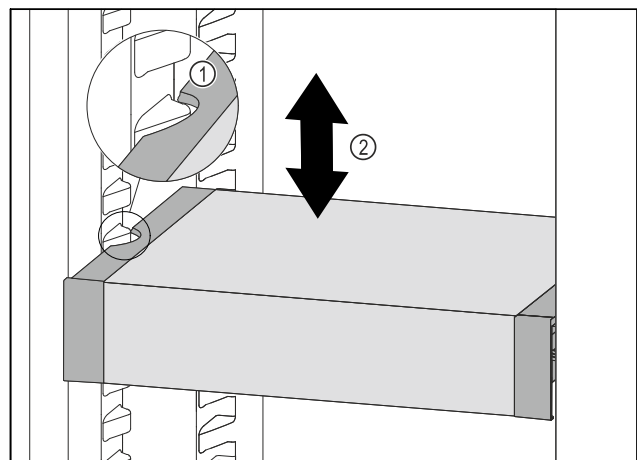

Fig. 67
- ▶ Тяните VarioSafe вперед, пока боковые выемки VarioSafe не окажутся на высоте выступа резервуара в холодильном отделении. Fig. 67 (1)
- ▶ Двигайте VarioSafe в холодильном отделении вверх или вниз, пока не будет достигнута требуемая высота. *Fig. 67 (2)*